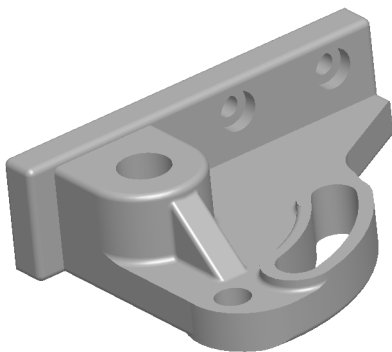

图 14-69 以上色样式显示模型
(5) 单击前导视图工具栏中的【显示样式】按钮, 弹出列表框, 单击【上色】按钮, 以上色样式显示模型, 如图 14-69 所示。